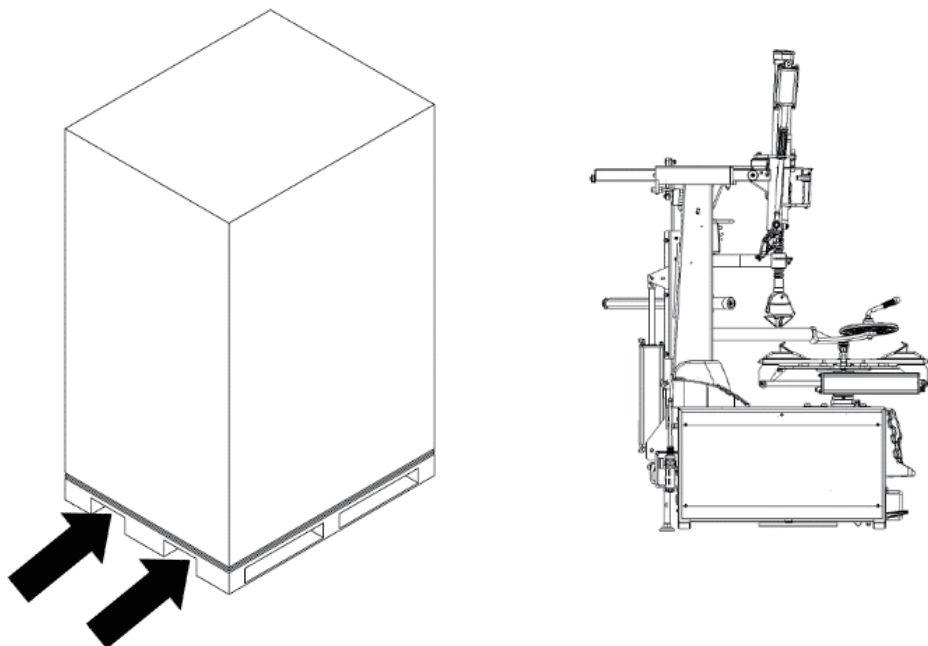

图 3-1
- 包装的拆胎机由负荷适宜的叉车进行搬运，按（参考第三章 / 图 3-1）所示的位置插入叉。